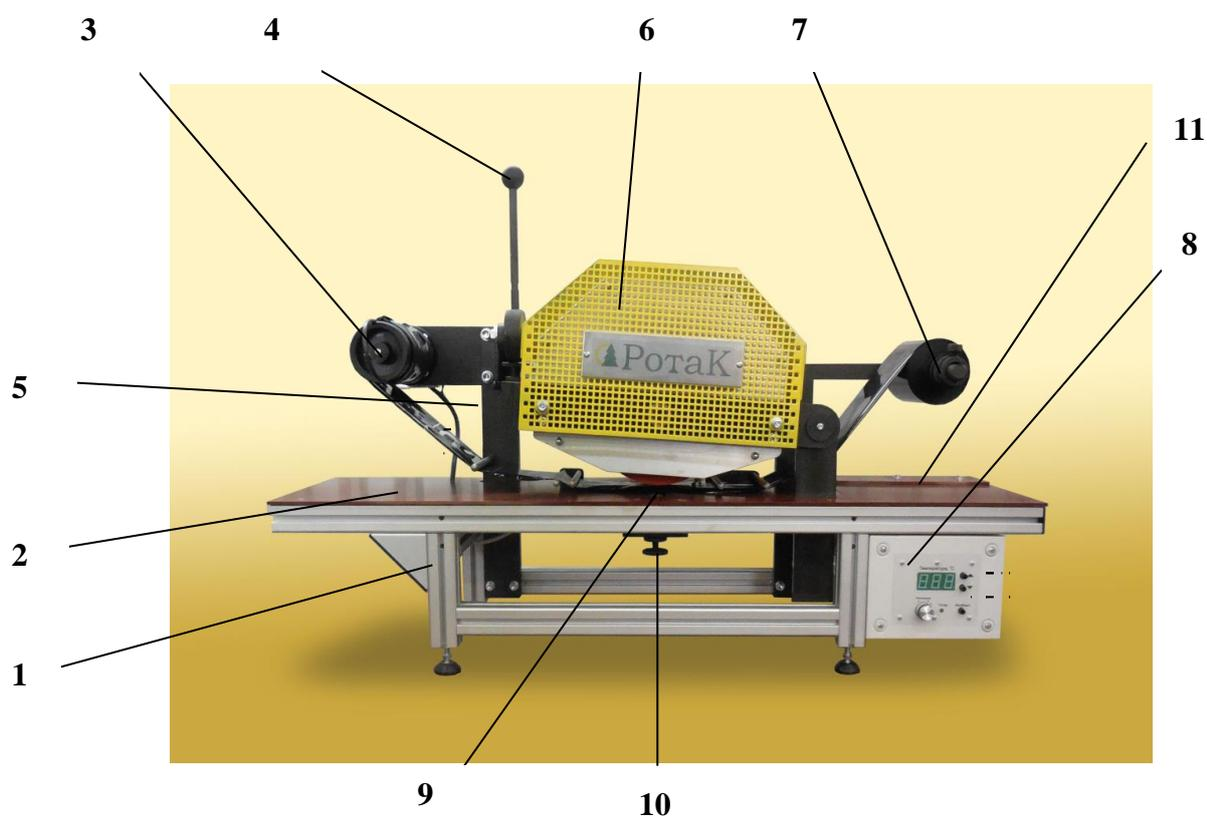
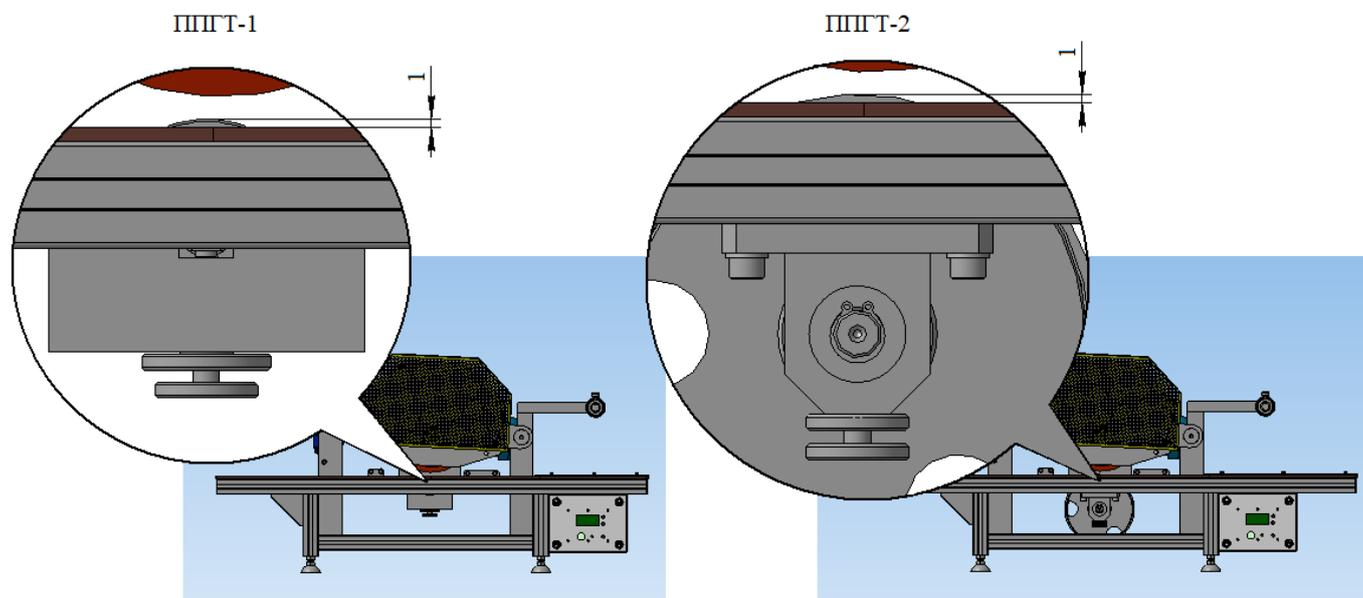

Рис.1 Общий вид пресса (вид спереди)
Рис.2
7.1. Перевести рычаг перемещения каретки (Рис.1, поз.4) в вертикальное положение.
7.2. Убедиться в том, что опорный вал выступает над плоскостью рабочего стола примерно на 1мм. (Рис.2) Для изменения положения, воспользоваться винтом регулировки положения опорного вала (Рис.1, поз.10). После окончания регулировки зафиксировать винт контргайкой.
7.3. Убедиться в том, что в рабочем (нижнем) положении каретки зазор между опорным и припрессовочным валами лежит в диапазоне 3÷4мм. (Рис.3) Для этого перевести рычаг перемещения каретки (Рис.1, поз.4) в горизонтальное положение. Регулировка зазора осуществляется опусканием-поднятием каретки с помощью винта регулировки давления припрессовочного вала (Рис.1, поз.5)
- Перевести рычаг перемещения каретки (Рис.1, поз.4) в вертикальное положение.
- Свободный конец фольги намотать на намоточный барабан (Рис.1, поз.3), прижав его скобой.
В этот режим пресс-полуавтомат переходит после нажатия и удержания около 1сек. кнопки «Вкл./Выкл.» на пульте управления (Рис5). В этом режиме включаются нагреватель и привод вращения припрессовочного вала. На индикаторе отображается текущее значение температуры (Рис.7). При опускании рычага перемещения каретки (Рис.1, поз.4) и срабатывании концевого выключателя, включается намоточный барабан.
9.1. Положить на рабочий стол (Рис.1, поз.2) с правой стороны отформованный регистрационный знак окрашиваемой стороной вверх так, чтобы его боковая сторона касалась направляющей пластины (Рис1, поз.11).
9.2. Опустить в горизонтальное положение рычаг перемещения каретки (Рис.1, поз.4). При этом каретка опускается в рабочее положение, включается подмоточный электродвигатель и начинается перемотка фольги.
9.3. Продвинуть рукой регистрационный знак в зону припрессовки. Дальнейшее движение знака осуществляется за счет крутящего момента электродвигателя с редуктором, вращающего припрессовочный вал. Одновременно с этим отработанная пленка накручивается на намоточный барабан (Рис.1, поз.3).
9.5. После выхода последнего знака рычаг перемещения каретки (Рис.1, поз.4) необходимо привести в вертикальное положение и нажатием кнопки «Вкл./Выкл.» на пульте управления (Рис.5) выключить нагрев. При этом перемотка фольги прекратится, а вращение припрессовочного вала будет продолжено до его остывания до 130°C.